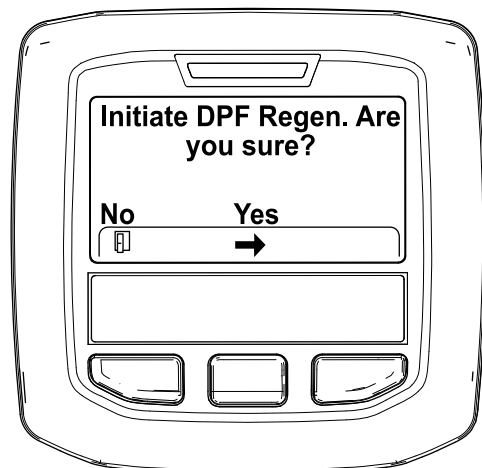

Bild 43
4. Wenn die Meldung „Initiate DPF Regen. Are you sure?“ Angezeigt wird, drücken Sie die mittlere Taste (Bild 43).